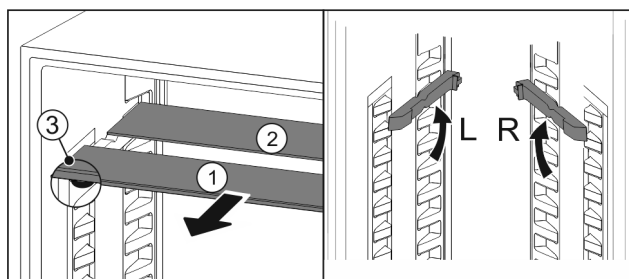

Fig. 120
- ▶ Steklene plošče posamično izvlecite Fig. 120 (1) naprej.
- ▷ Steklена plošča Fig. 120 (1) z okrasno letvijo je spredaj.
- ▷ Zaustavljalniki Fig. 120 (3) so obrnjeni navzdol.